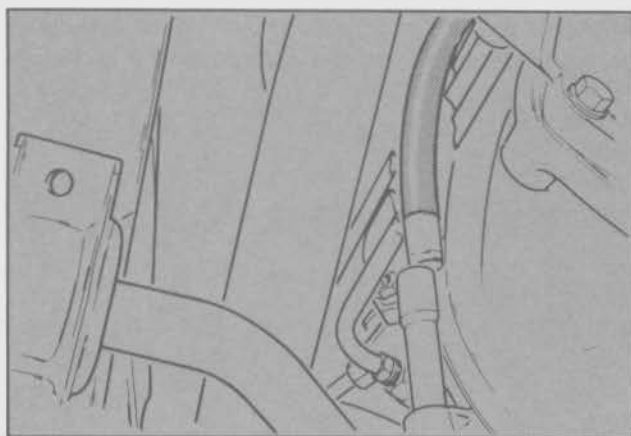

Fig. 19 - Extracción del tubo de llenado de aceite
- Retirar el tubo de llenado de aceite (Fig. 19). Tapar el orificio de la caja de cambios para evitar que penetre suciedad.